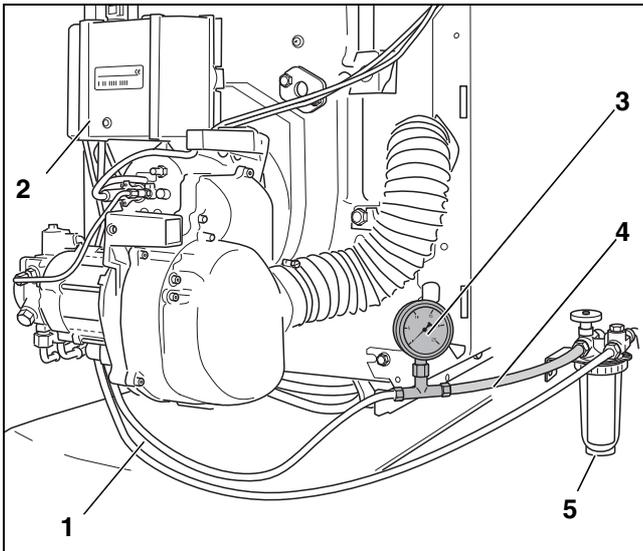

Bild 14 Ölfilter, Vakuummeter und transparenter Schlauch
- ▶ Vakuummeter (→ Bild 14, [3]) mit transparentem Schlauch (→ Bild 14, [4]; Zubehör), wie in Abbildung 14 dargestellt, zwischen Ölfilter (→ Bild 14, [5]) und Ölansaugleitung (→ Bild 14, [1]) montieren.
- ▶ Blasenfreiheit des angesaugten Öls über den transparenten Schlauch (→ Bild 14, [4]) kontrollieren.